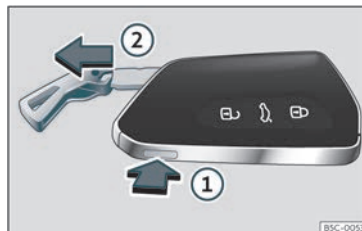

Fig. 75 Chave do vehículo: extraer o espadín.
- Se preme unha vez o botón» **fig. 75 ①** desbloquéase o espadín e aparece unha argola a modo de chaveiro.
- Manteña premido o botón **①** e ao mesmo tempo tire da argola na dirección da frecha » **fig. 75 ②** para extraer completamente o espadín.